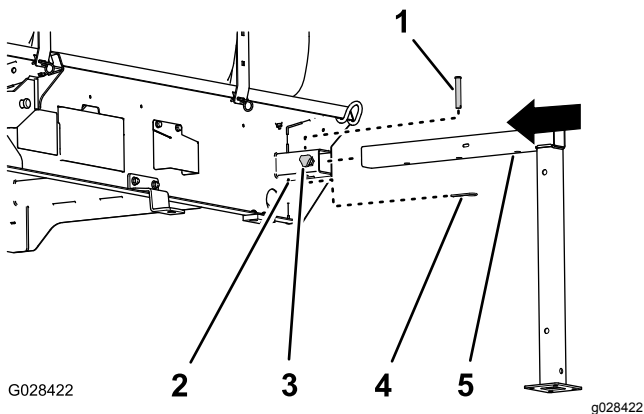

Figura 118
1. Allineate il cavalletto anteriore con la sede per il cavalletto nella parte anteriore del serbatoio (Figura 118).
2. Inserite il cavalletto nella sede apposita fino a che il foro centrale nel tubo orizzontale del cavalletto si allinea con il foro nella parte alta della sede apposita (Figura 118).
4. Avvitare una manopola di bloccaggio nella sede per il cavalletto e serratela manualmente (Figura 118).